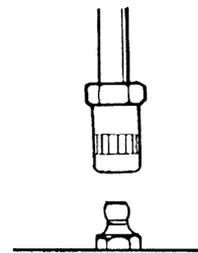

Fig.3.2
- 1) 給脂しようとするグリースニップルをきれいに拭いてから、グリースガンの hidroチャックをニップルに押し当て、可能な限り垂直になるようにセットしてください。hidroチャックの爪がニップルの頭部に噛み付きます。(Fig.3.2)